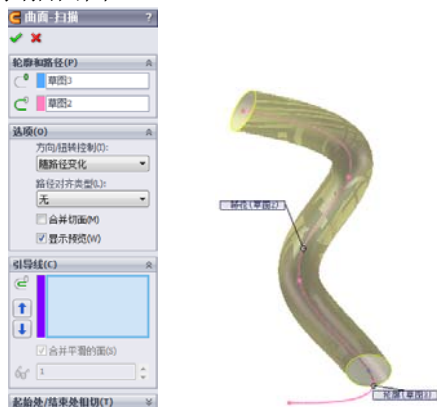

图 6-16 预览扫描曲面效果
5. 单击图标右侧的显示框，然后在图形区域中选择路径草图，则所选路径草图出现在该框中。此时，在图形区域中可以预览扫描曲面的效果，如图 6-16 所示。